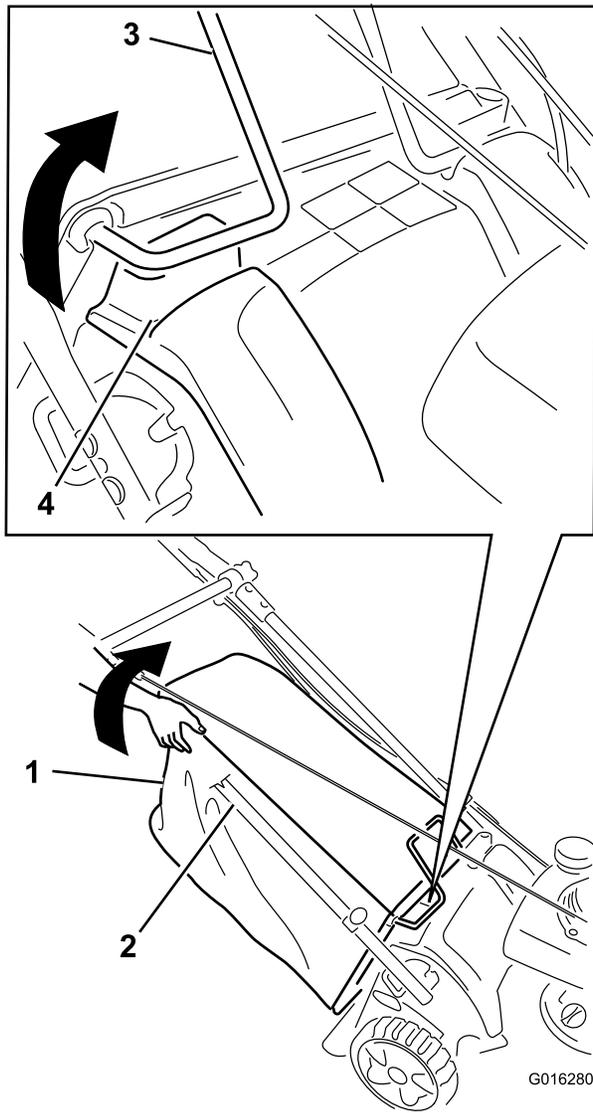

Figura 50
5. Mentre il motore è in funzione, sollevate l'angolo superiore destro del cesto di raccolta fino a quando il telaio a trama metallica nella parte anteriore superiore destra del cesto di raccolta non è completamente fuori dalla fessura destra (Figura 50). **Il motore deve spegnersi.**